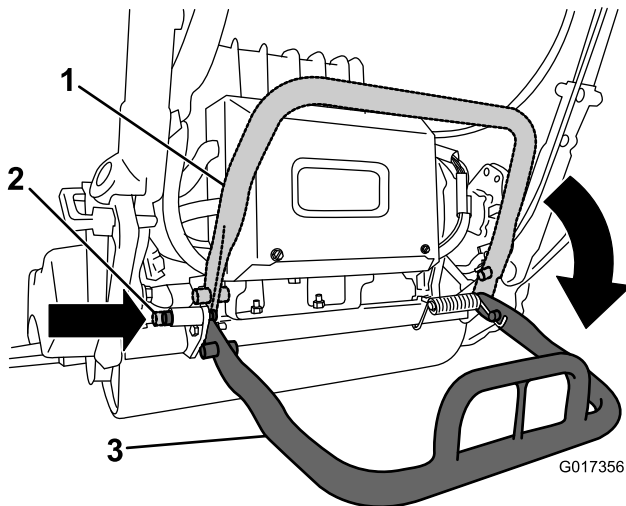

図 26
- カuttingユニットを取り外すためにキックスタンドを使用する場合には、まずスタンドを下げてロッキングピンを差し込んでキックスタンドを整備位置にロックします図 26。